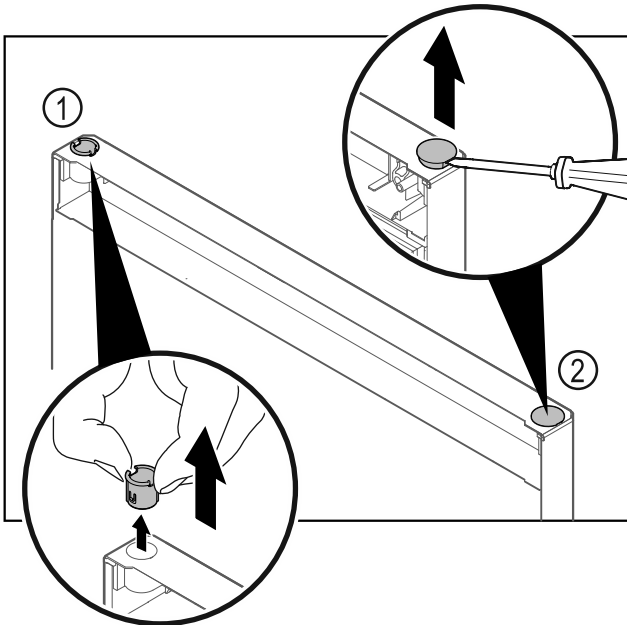

Fig. 23 Porta del vano frigorifero
- Estrarre la boccola cerniera Fig. 23 (1) con le dita.
- Con un cacciavite a testa a intaglio sollevare con cautela il tappo Fig. 23 (2) ed estrarlo.